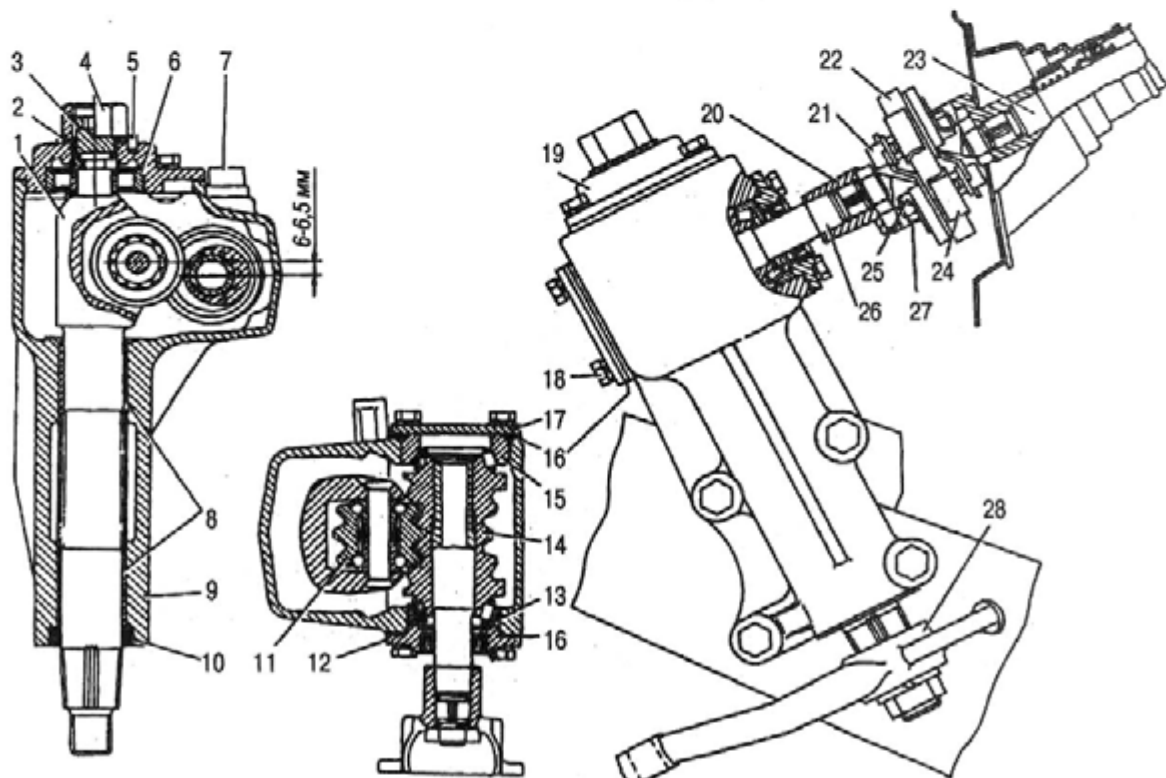
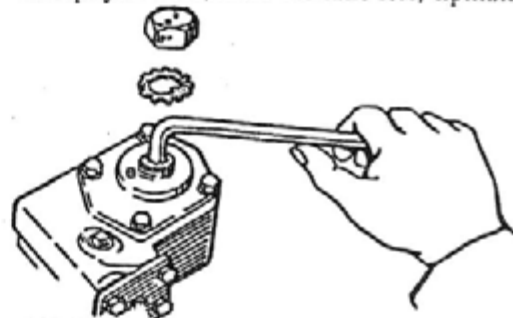

Рис. 274. Глобоидный рулевой механизм:
Рис. 280. Регулировка зацепления ролика с червяком
Червяк 14 (рис. 274) напрессован на нижний рулевой вал 26 и установлен на двух роликовых конических подшипниках. Кольцо верхнего подшипника 13 запрессовано в горловину картера до упора в бурт верхней крышки 12. Кольцо нижнего подшипника 15 установлено по скользящей посадке с упором в нижнюю крышку 17. Под крышками установлены регулировочные прокладки 16.
Если осевого перемещения червяка нет, то нужно отрегулировать только зацепление червяка с роликом (рис. 280).
- отвернуть колпачковую гайку 4 (см. рис. 274 и рис. 280) и снять стопорную шайбу 2 со стопорного штифта 5;
Для слива масла следует вывернуть болт (см. рис. 274) или ослабить все болты крепления нижней крышки. Чтобы ускорить слив, вывернуть маслосливную пробку и слить масло сразу после поездки, пока оно горячее. Заливать масло следует до уровня 15-20 мм ниже кромки наливного отверстия.